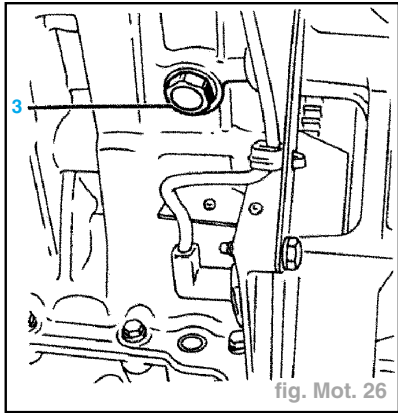

fig. Mot. 26
- le carter-cylindres par le bouchon (3) (fig. Mot. 26).